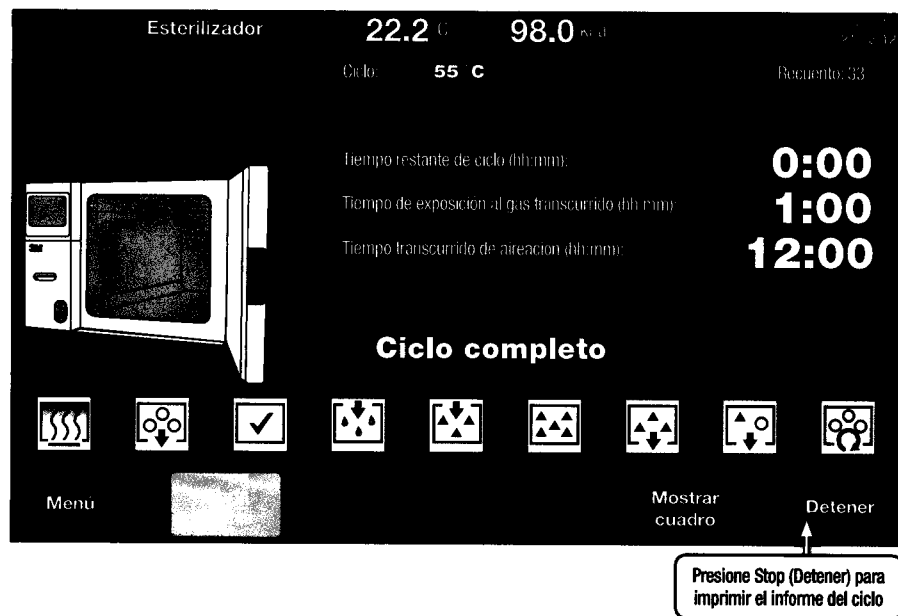

Figura 58.
5. Presione el botón **Stop (Detener)** para realizar una impresión del informe de ciclo (figura 58). Se regresará a la pantalla principal.